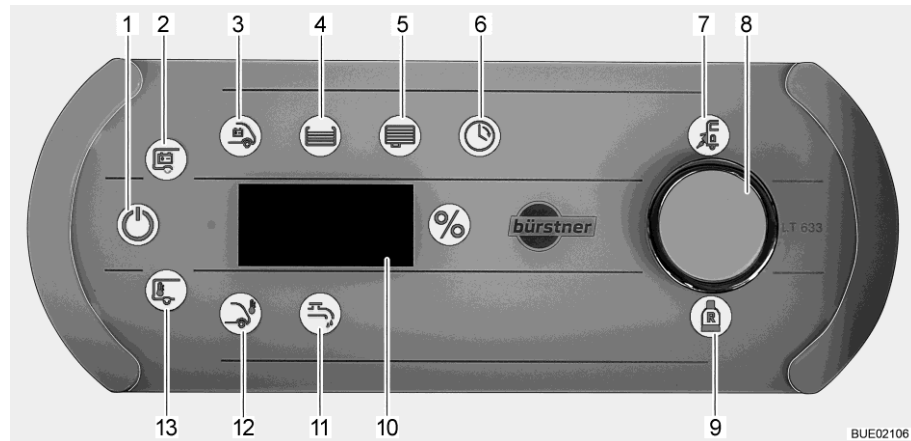

Bild 185 Panel LT 633
Symbolen för nätkontroll (Bild 185,7) tänds när fordonet försörjs med 230 V-nätspänning. Batterierna laddas.
- Tryck kort på vridknappen (Bild 185,8). Symbolen 12 V PÅ (Bild 185,1) lyser. Om symbolerna 12 V PÅ och bodelsbatteriet (Bild 185,2) blinkar tre gånger, stängs strömförsörjningen av.
- Tryck på vridknapp (Bild 185,8) och håll den intryckt i ca 5 sekunder. Symbolen för bodelsbatteriet (Bild 185,2) blinkar och på indikeringen (Bild 185,10) visas "On".
- Släpp vridknappen. Symbolen 12 V PÅ (Bild 185,1) lyser. Spänningsförsörjningen är påslagen.
- Vrid på vridknappen tills symbolen för vattenpump (Bild 185,11) tänds. På displayen visas det aktuella kopplingsläget ("On" eller "OFF").
När vattenpumpen är påslagen, lyser symbolen för vattenpumpen (Bild 185,11).
- Vrid på vridknappen tills symbolen för bodelsbatteri (Bild 185,2) tänds. Batterispänningen för bodelsbatteriet visas på indikeringen under ca. 20 sekunder (t. ex. "13,8U" för 13,8 volt).
- Vrid på vridknappen tills symbolen för startbatteri (Bild 185,3) tänds. Batterispänningen för startbatteriet visas på indikeringen under ca. 20 sekunder.
- Vrid på vridknappen tills symbolen för vattentank (Bild 185,4) tänds. Symbolen "%" lyser. Vattentankens fyllnadsnivå visas i ca 20 sekunder.
- Vrid på vridknappen tills symbolen avloppstank (Bild 185,5) tänds. Symbolen "%" lyser. Avloppstankens fyllnadsnivå visas i ca 20 sekunder.
Symbolen för reservgasflaska (Bild 185,9) tänds när reservgasflaskan används.
- Vrid på vridknappen tills symbolen innetemperatur (Bild 185,13) eller utetemperatur (Bild 185,12) lyser. På indikeringen visas den utvalda temperaturen.
- Vrid på vridknappen tills symbolen klocka (Bild 185,6) tänds.